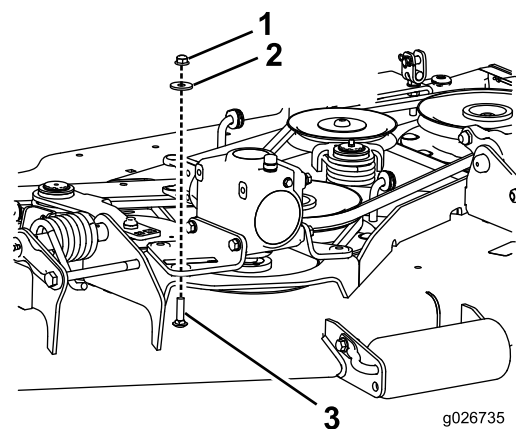

Figura 1
1. Rimuovete i dadi e le rondelle dai bulloni a testa tonda che fissano la parte anteriore delle staffe di montaggio degli ingranaggi al tosaerba (Figura 1).